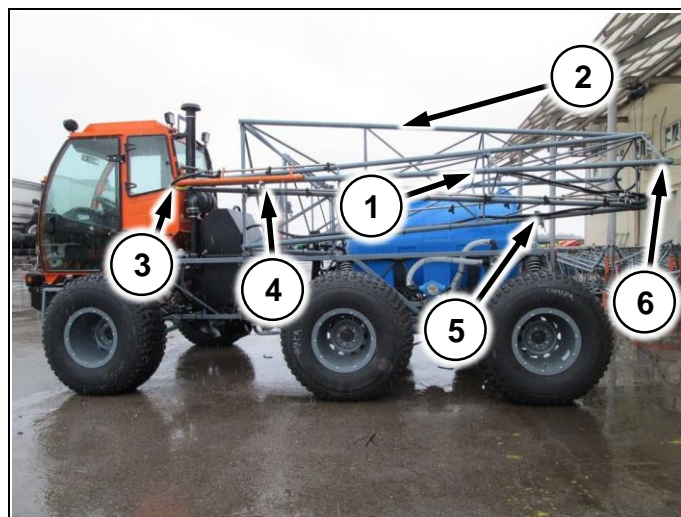

Рис. 103
Раскладывание штанг начинать с разворачивания концевой секции назад (Рис. 103/1).
Раскладывать корневую секцию (Рис. 103/2), с зафиксированной концевой, запрещается! Это может привести к повреждению машины!
1. Открыть флажок (Рис. 103/4) и отвести концевую секцию назад до фиксации в замке (Рис. 103/6)
2. Открыть флажок (Рис. 103/5) и открыть штанги